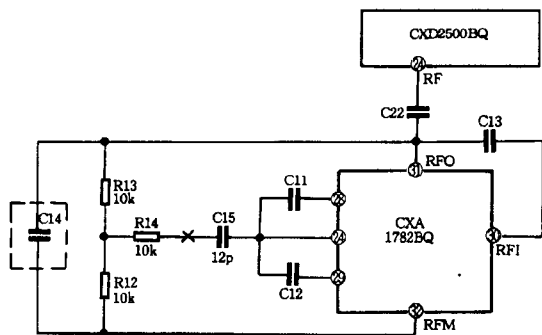

图 1 RF 产生及传输部分电路
首先是改善 VCD 解压卡电源供给;其次是改善位时钟(BCK)、左右声道时钟(LRCK)、串行数据(DATA)三个信号的质量(即加用万能接口卡)。为此采取下列措施:首先,该机变压器提供四组次级电压,其中一组线径最粗,整流滤波后产生 11V 左右电压。将原提供 +5V 电压给 VCD 解压板的 7805 的输入端线路板划断,用导线将其输入端接到该组 11V 电压上,通电试机,发现马赛克现象有明显好转,但有些碟片仍不能播放。接着剪断从 CXD2500BQ 输入端 VCD 解压板的位时钟、左右声道时钟和串行数据三根信号线,利用 EFM 单线接口卡接入电路, +5V 电源从主板接入,检查无误后,试机发现播放任何碟片均出现碟片旋转不停,不能读出数据的现象。检查 EFM、BCK、LRCK 和 DATA 信号电压均正常,使得维修无法进行下去。反复分析后,估计是 RF 信号强度不够,而 EFM 单线接口卡的接入进一步使 RF 信号分流变弱,使整个系统不能正常工作。于是参照资料,仔细查看 RF 产生及传输部分电路(如图 1 所示),发现 CXA1782BQ③脚 RF 输出端与②脚之间的电容 C14 已被剪掉(可能是厂家维修时剪掉的),并发现